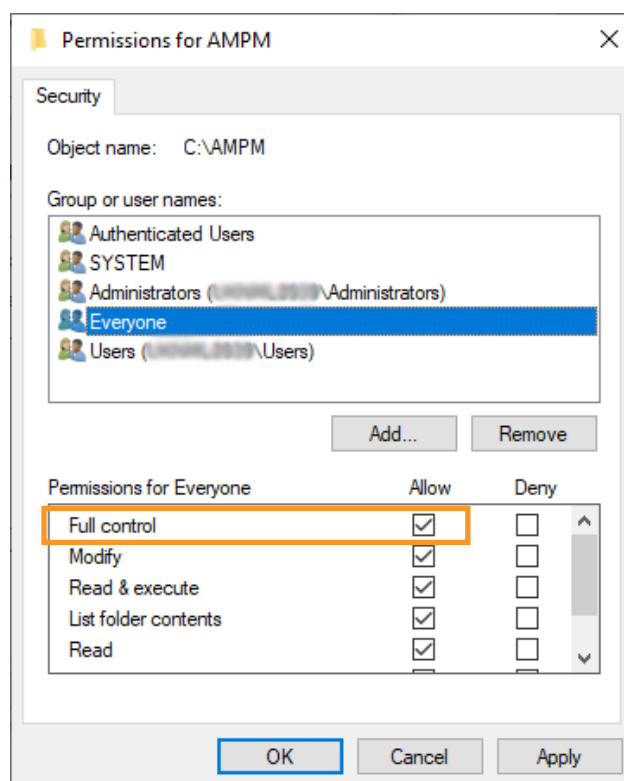

Figure 43 Autorisez le Full control (Contrôle total)
4. Mettez **Everyone** (Tout le monde) en surbrillance et cochez la case **Full control** (Contrôle total) (voir la Figure 43).